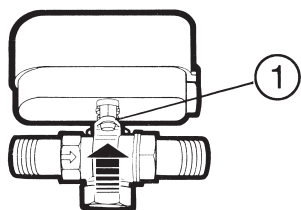

Fig. 6
Previamente asegurarse de que el eje y los brazos del Servomotor coinciden con la entalla y los orificios dispuestos en la parte superior de la válvula. La unión se asegura por el muelle anular concéntrico a la pieza de plástico (1). (Fig. 6).
S'assurer au préalable que l'axe et les bras du Servomoteur coïncident bien avec l'encoche et les trous effectués sur la partie supérieure de la vanne. Le raccord est assuré par le ressort annulaire concentrique fixé sur la pièce plastique (1). (Fig. 6).
Certificar-se previamente de que o eixo e os braços do Servomotor coincidem com o entalhe e os orifícios dispostos na parte superior da válvula. A união é assegurada pela anilha de mola concentrica com a peça de plástico (1). (Fig. 6).